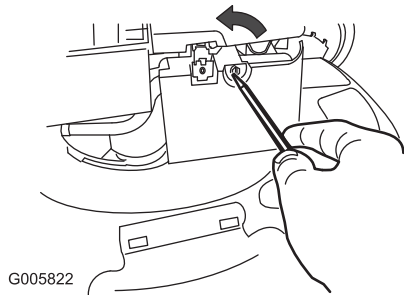

Figura 32
1. Utilice un destornillador para abrir la tapa del filtro de aire (Figura 32).